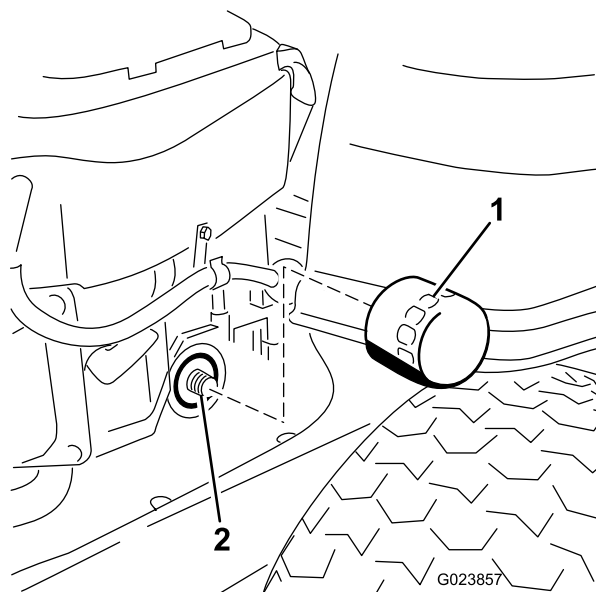

Figure 31
10. Localisez le filtre à huile sur le côté droit du moteur et déposez l'ancien filtre; essuyez l'adaptateur du filtre avec un chiffon propre (Figure 31).
13. Tournez le filtre dans le sens horaire jusqu'à ce que le joint touche le socle, puis serrez-le de 3/4 à 1 tour supplémentaire (Figure 31).